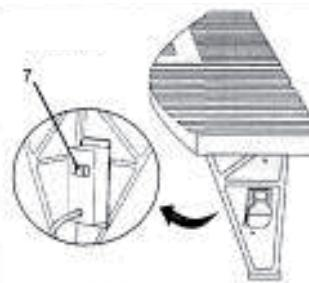

Рис.11
- Закріпіть фрезер 4 гвинтами Philips® з пласкими голівками (6). Перш ніж продовжити складання, переконайтесь, що фрезер надійно закріплений.
- Вставте шнур живлення фрезера в розетку (7) на задній стінці блоку перемикача. Закріпіть шнур так, щоб він не заважав роботі (рис. 11).